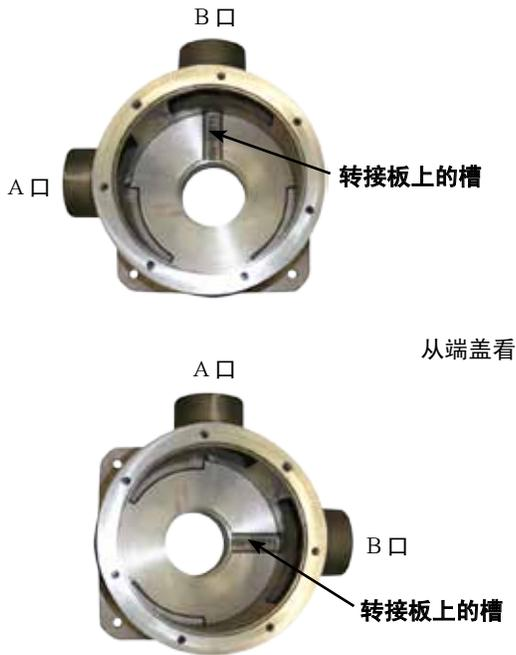

图 11
- 安装转接板时要注意转接板的槽要与泵壳上B口的槽对齐，见第8页图11。（型号K和KK有一个槽，L-LS有一个槽，还有两个减压穴）。将转接板小心地安装到泵壳的支架侧，这个过程中要当心转接板或者泵壳的边缘别将O形圈割坏。用8个螺丝将转接板固定。